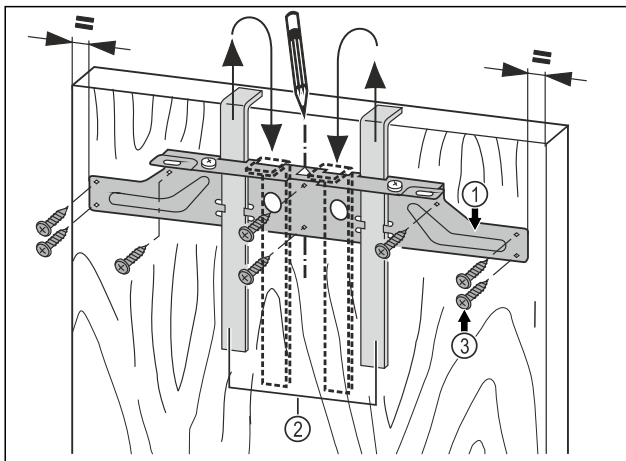

Fig. 17
- ▶ Agățați traversa de fixare Fig. 17 (1) cu ajutoarele de montaj Fig. 17 (2) pe partea interioară a ușii mobilierului.
- ▶ Aliniați traversa de fixare Fig. 17 (1) central pe ușă.
- ▶ Înșurubați traversa de fixare Fig. 17 (1) cu cel puțin 6 șuruburi Fig. 17 (3).
- ▶ Înșurubați traversa de fixare Fig. 17 (1) pe margine cu 4 șuruburi Fig. 17 (3).
- ▶ Scoateți ajutoarele de montaj Fig. 17 (2) în sus și introduceți-le rotite în deschiderile de montare adiacente.